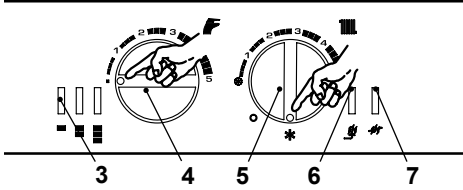
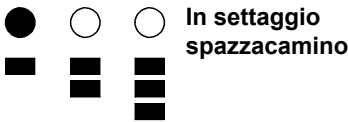

Figura 9.8
Figura 9.9
- Alimentate elettricamente la caldaia azionando l'interruttore bipolare previsto nella installazione; la lampada di segnalazione 3 in Figura 9.8 lampeggia ogni 4 secondi.
- Posizionare il selettore 5 come indicato in Figura 9.8; la lampada di segnalazione 3 lampeggia ad intermittenza circa ogni 2 secondi.
- Tenere premuto il pulsante di ripristino 6 in Figura 9.8 per circa 10 secondi, la lampada di blocco 7 in Figura 9.8 inizierà a lampeggiare.
- Per settare la funzione spazzacamino le spie di segnalazione 3 in Figura 9.8 devono essere visualizzate come in Figura 9.9 (leggenda spie a pag. 38)
- Ripremere il pulsante di ripristino 6 in Figura 9.8 per circa 5 secondi, la lampada di blocco 7 in Figura 9.8 si spegne, mentre le spie di segnalazione 3 in Figura 9.8 lampeggiano in maniera richiesta potenza riscaldamento Figura 9.10